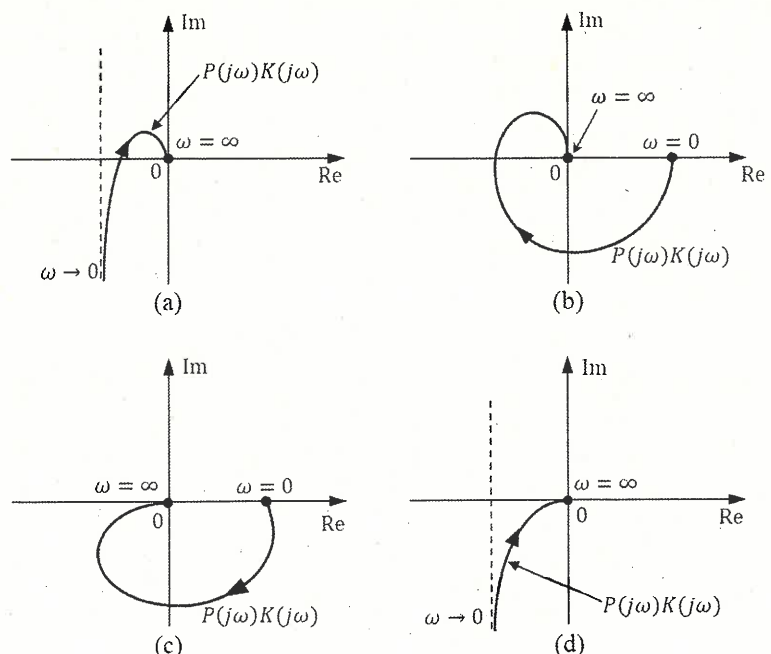

Fig. 2 Nyquist diagrams
3. $K(s) = \frac{1}{s}$ および $P(s) = \frac{1}{(s+1)(s+2)}$ であるものとする。このシステムのナイキスト線図の特徴を最もよく表している図を、Figs. 2 (a)~(d) から一つ選べ。また、その図を選択した理由を説明せよ。
3. Let $K(s) = \frac{1}{s}$ and $P(s) = \frac{1}{(s+1)(s+2)}$. Select one figure that best describes the characteristics of the Nyquist diagram of the system, from Figs. 2 (a)~(d). Also, explain the reason for selecting the figure.